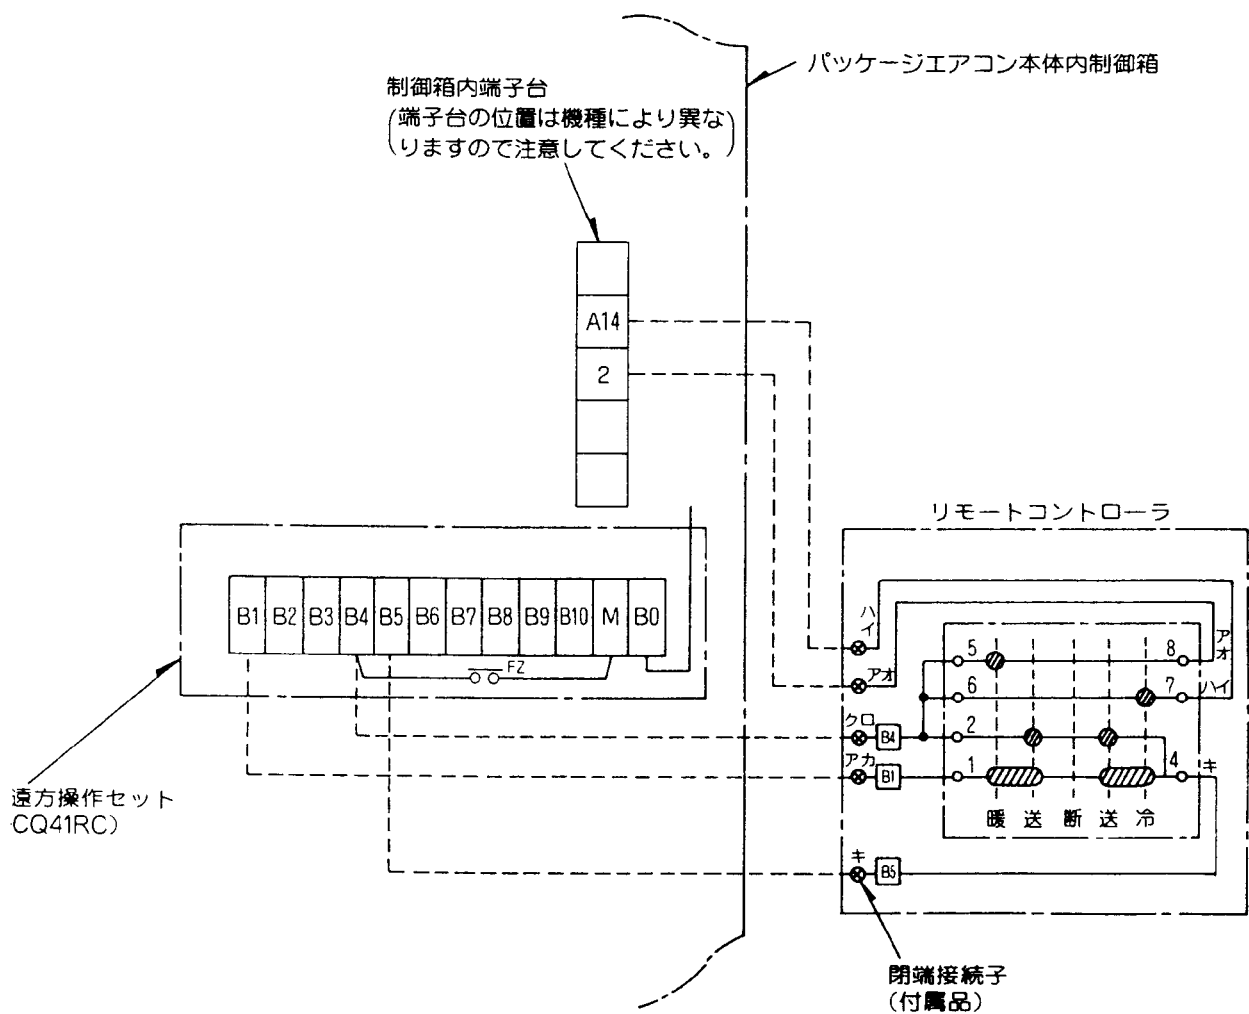

図2
3.1 簡易遠方操作セットを組み込んだパッケージエアコン本体とリモートコントローラの間を図2のように接続してください。